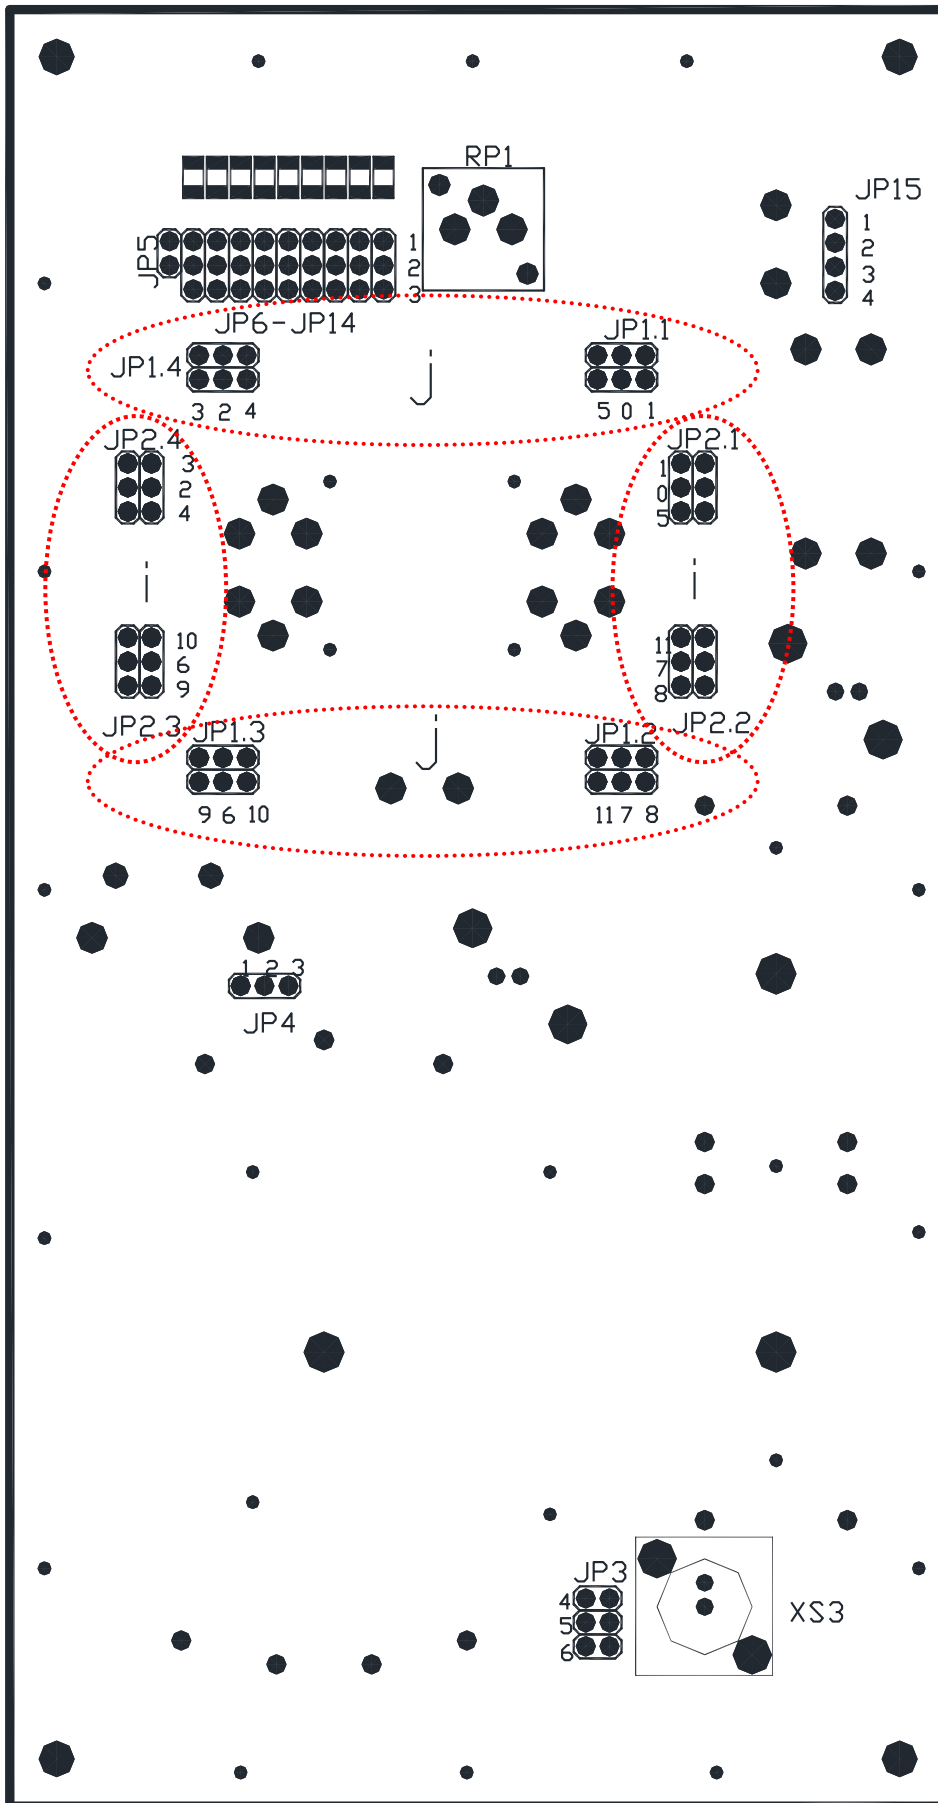

Рисунок 2.1 – Сборочный чертеж БС
**2.4.2** Согласовать сопротивление аппаратуры и линии. При отличии измеренного волнового сопротивления линии от 75 Ом (заводская установка) выбрать и установить сопротивление согласующего трансформатора с помощью комбинацией перемычек JP4 и JP3 БС (рисунок 2.1).
**2.4.6.1** Необходимо подключить на вход канального фильтра БС (рисунок 2.1) селективный вольтметр, настроенный на частоту передатчика и изменяя параметры комплексного сопротивления добиться минимальных показаний селективного вольтметра. Сначала подстраивается активная составляющая, при этом с помощью переключки JP15 осуществляется дискретная, а резистором RP1 – плавная подстройка активной составляющей R комплексного сопротивления ДСР.
**2.4.6.2** Компенсация реактивной составляющей комплексного сопротивления (рисунок 2.1) осуществляется с помощью переключек JP1.1, JP1.2, JP1.3, JP1.4, JP2.1, JP2.2, JP2.3, JP2.4 (L значения индуктивностей представлены в таблице 2.8) и JP6 – JP14 (для C таблица 2.9). При изменении значений индуктивностей и емкостей, также добиваемся минимальных показаний селективного вольтметра. После этой операции, опять повторяем подстройку активной составляющей и так до тех пор, пока не добьемся минимальных показаний прибора.